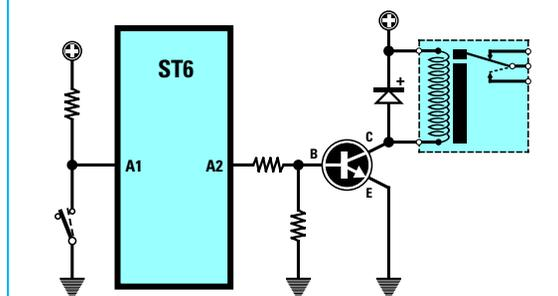

Fig.7 Schema da utilizzare per far eccitare il relè con il programma dell'ESEMPIO N.5.
**Esempio N.5** = Abbiamo realizzato lo schema di fig.7 e vorremmo che, quando l'interruttore **cortocircuista** verso massa il piedino d'ingresso **A1**, si **eccitasse** il relè collegato sull'uscita **A2**.